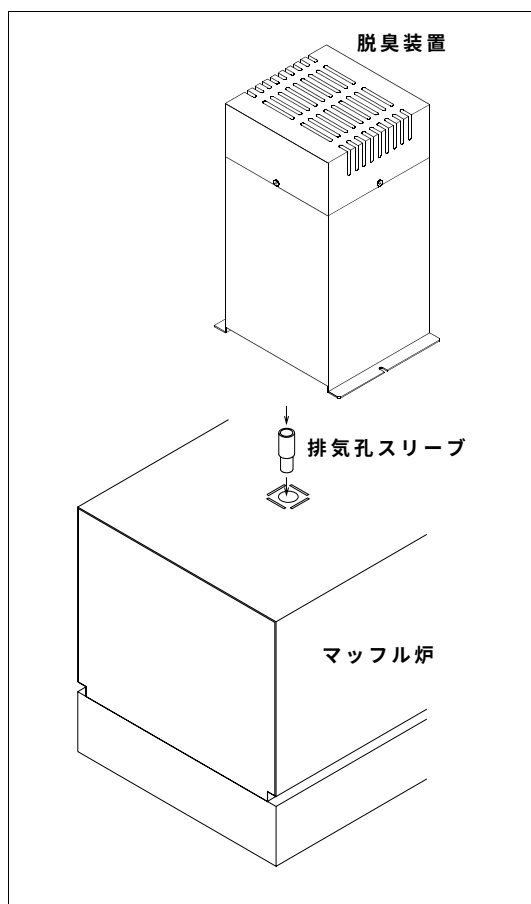
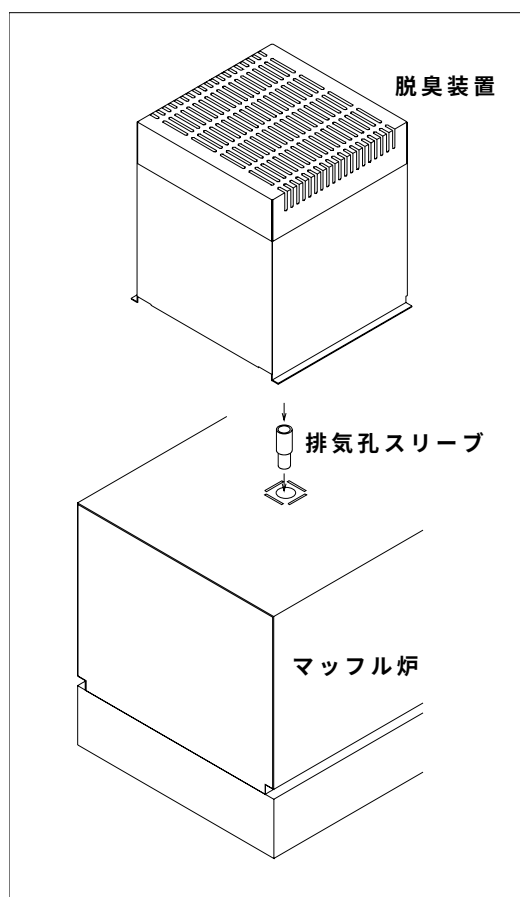

図3
図4
- ・図3、図4のように本体の排気孔にKDF-ES7SまたはKDF-ES71Sの付属品の排気孔スリーブを挿入し、その上にKDF-ES7SまたはKDF-ES71Sを設置します。（KDF-ES71Sは4ヶ所ビス止めします。）